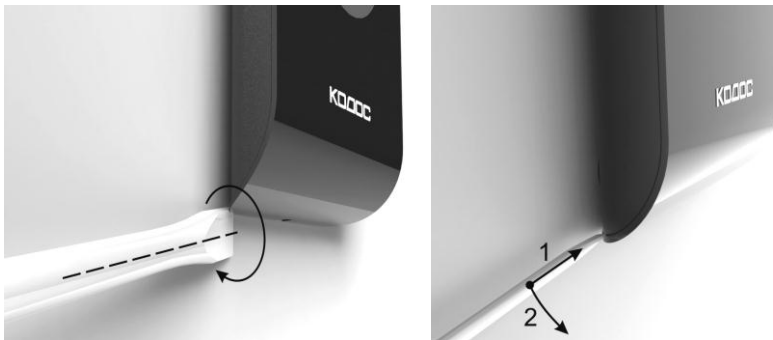

Рисунок 2.3 – Демонтаж крышки считывателя
– чтобы снять крышку, нужно подцепить ее сверху или снизу, например, отверткой и потянуть на себя (рисунок 2.3).